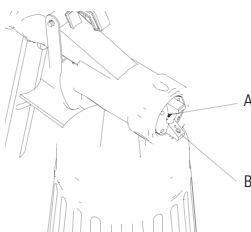

FIGURA 9.10
- Desenrosque a porca união, retire o regulador de tinta e o bico pulverizador. Limpe o regulador de tinta e o bico pulverizador com um pincel com solvente ou água (ver Figura 9.10);